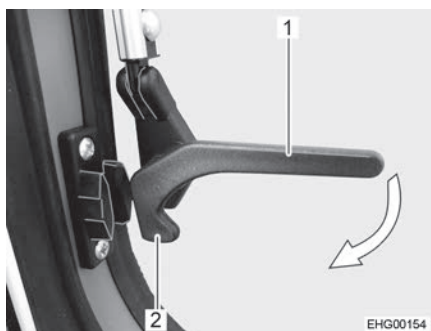

Bild 62 Verriegelungshebel, seitlich
- Die seitlichen Verriegelungshebel (Bild 62,1) eine viertel Umdrehung zum Fensterrahmen hin drehen, bis die Verriegelungsnase (Bild 62,2) einrastet.